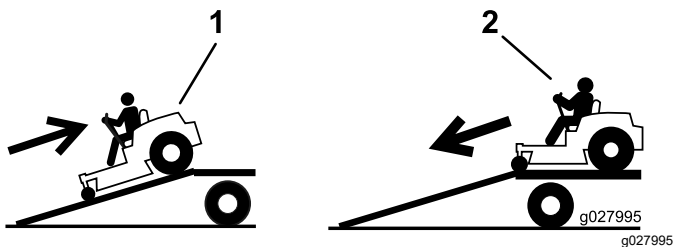

Figura 27
4. Suba la máquina por la rampa en marcha atrás (Figura 27).
2. Baje la máquina por la rampa conduciendo hacia adelante (Figura 27).